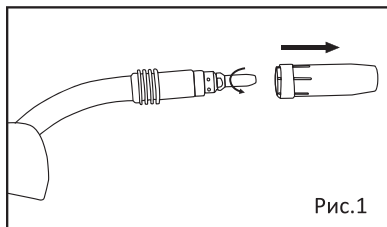

Рис.1
ОПИСАНИЕ ОБОРУДОВАНИЯ (Рис.1)
1. Замена наконечника (Рис. 1)